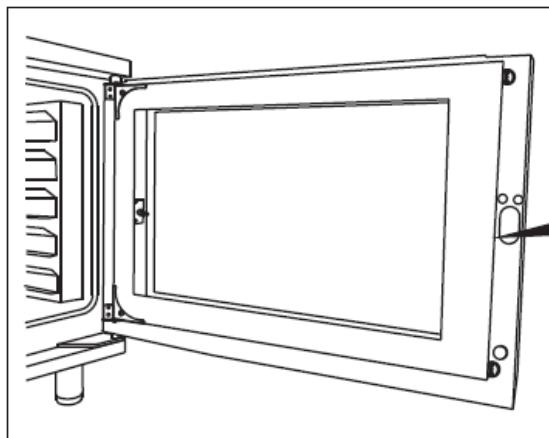

Рисунок 11.
- Открутите все винты (Рисунок 11а);